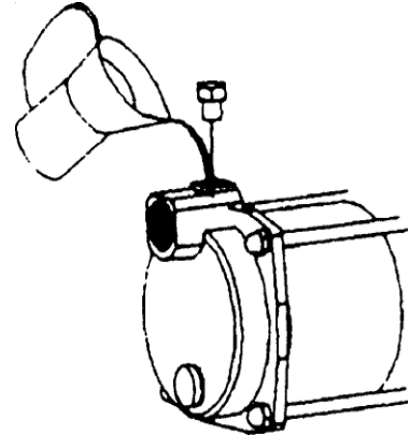

Abb.06
- Öffnen Sie den Einfüllstopfen und befüllen Sie das Hauswasserwerk komplett mit sauberem Wasser, bis dieses aus dem Einfüllstopfen austritt, siehe Abb. 06.